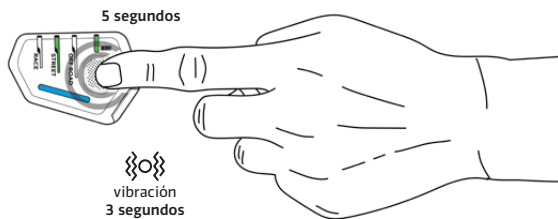

Figura 12: Mantener presionado el Botón de la Pantalla (3a) durante 5 segundos para Apagar el Sistema (este es un método alternativo para apagar el Sistema)
Alternativamente, el Usuario puede apagar manualmente el Sistema manteniendo presionado el Botón de la Pantalla (3a) durante aproximadamente 5 segundos (Figura 12). Se sentirá una vibración larga, de aproximadamente (~3 segundos), en la zona de la Cremallera de Activación (2), confirmando que el Sistema ya no está activado.